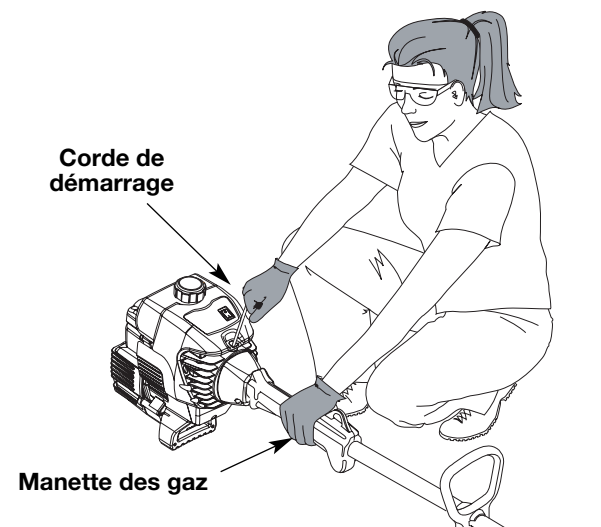

Fig. 8
AVERTISSEMENT: évitez tout démarrage accidentel. Tenez-vous en position de démarrage lorsque vous tirez sur la corde de démarrage (Fig. 8). L'opérateur et l'appareil doivent tous deux être en position stable pour éviter des blessures graves.
5. Levez-vous en position de démarrage (Fig. 8) et appuyez sur la manette des gaz. Tirezle cordon de démarrage d'un **mouvement contrôlé et ferme** jusqu'à 5 fois.